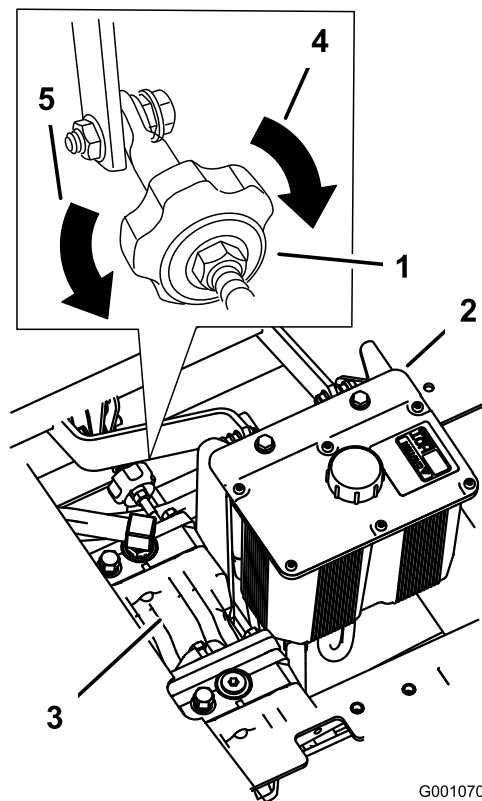

Figure 50
4. Pour que la machine tire à droite, tournez le bouton vers la droite de la machine (voir Figure 50).
5. Pour que la machine tire à gauche, tournez le bouton vers la gauche de la machine (voir Figure 50).